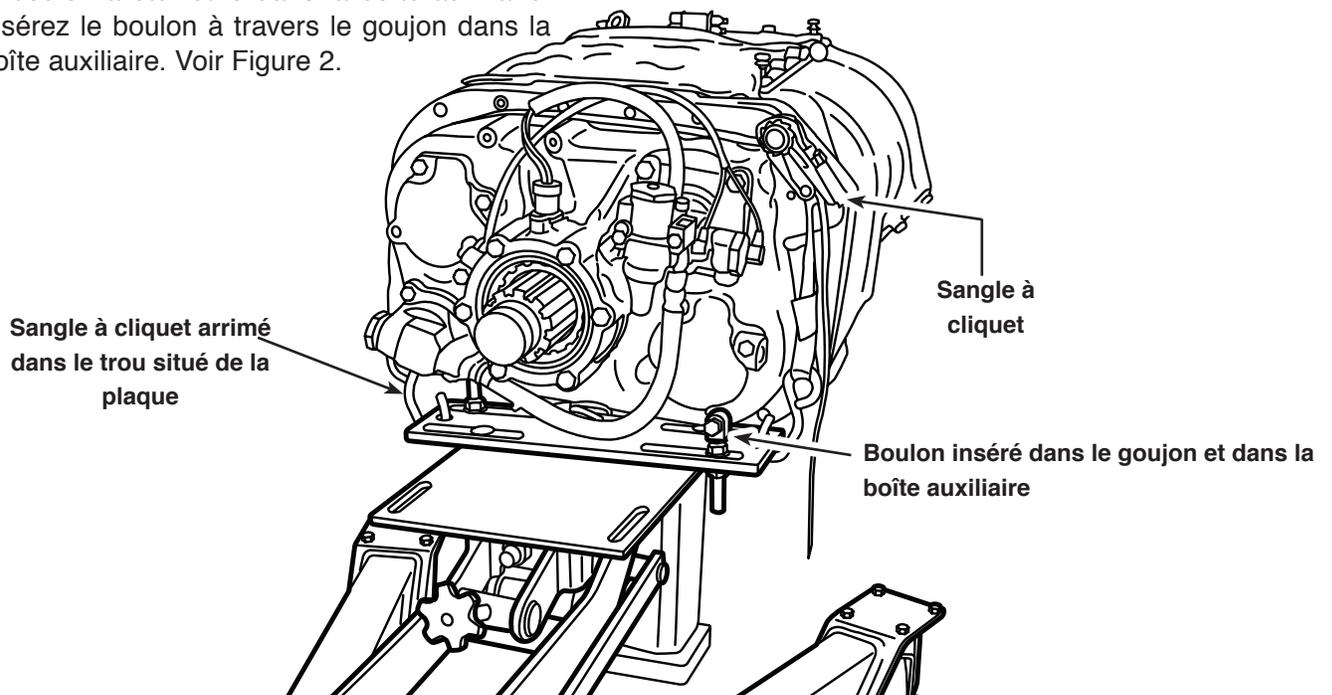

Figure 2
6. Déplacez le cric en dessous de la transmission, en alignant le goujon au trou à travers lequel le boulon a été retiré dans la boîte auxiliaire. Insérez le boulon à travers le goujon dans la boîte auxiliaire. Voir Figure 2.
8. Placez la sangle à cliquet pour fixer la boîte auxiliaire au cric de transmission. Voir Figure 2. Fixez les crochets situés à l'extrémité de la sangle à cliquet sur les fentes incluses dans la plaque de montage ou dans d'autres emplacements appropriés.